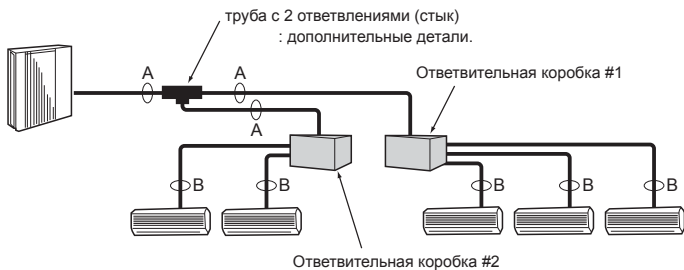

Fig. 4-4
4.3.2. Подключение с использованием ответвительной коробки (Fig. 4-4)